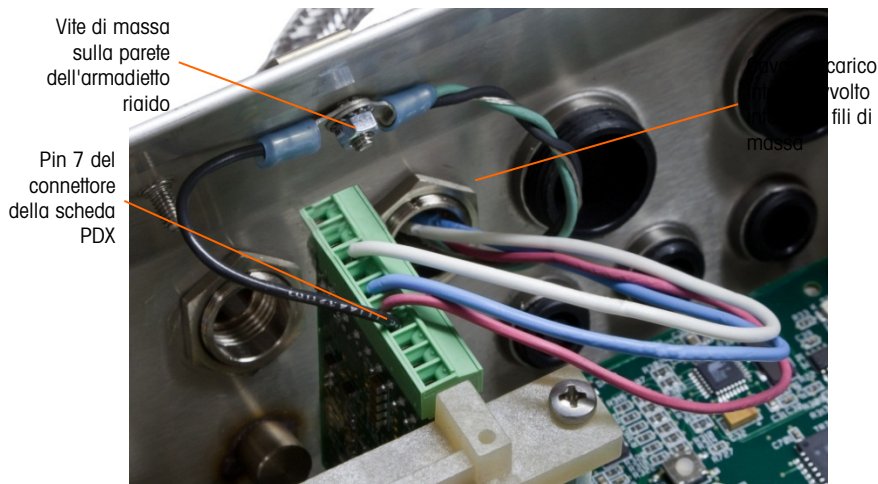

Figura A-66: POWERCELL PDX - Cavo di connessione alla massa generale, rigido
15. Attorcigliare quindi insieme il filo di scarico interno del cavo di connessione alla massa generale con i fili di massa nero e verde ed effettuare la connessione alla stessa vite di massa con un altro terminale ad anello come in Figura A-66.